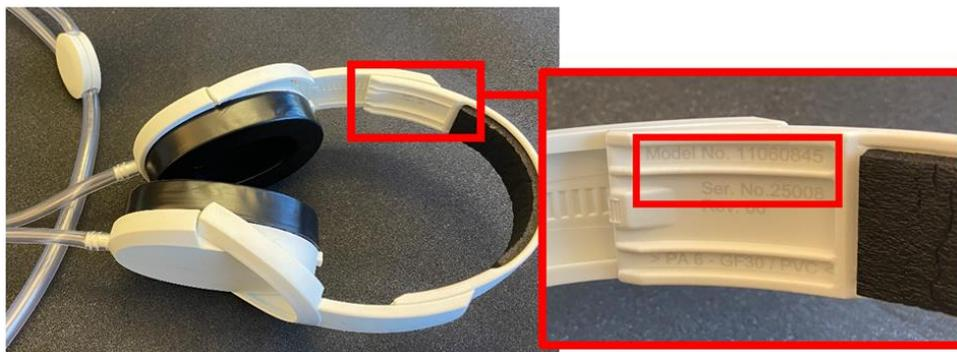

Figura 1: Ubicación del número de modelo y del número de serie de los auriculares de diadema
- Compruebe el número de modelo y el número de serie de sus auriculares de diadema. Vea la *Figura 1* para encontrar esta información en los auriculares de diadema. Si el número de modelo no es el mismo o si el número de serie está fuera del rango indicado (7981 – 32200), significa que no están afectados.